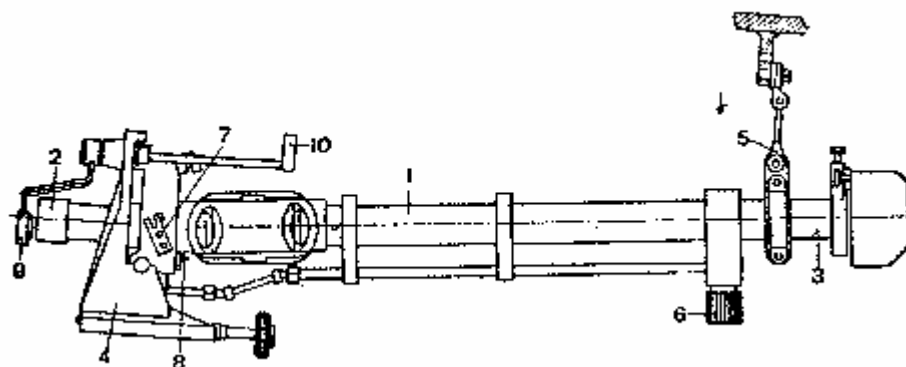

Рис. 181. Телескопический шарнирный прицел ТШ-15:
Прицел ТШ-15 (рис. 181) представляет собой оптическую телескопическую трубку 1 с прицельной головной частью 2, вращающейся на определённый угол в вертикальной плоскости в то время, как окулярная часть 3 неподвижна. При установке в танк прицельная часть жёстко соединяется с орудием при помощи кронштейна 4. Окулярная часть прикрепляется неподвижно к крыше башни при помощи шарнирной подвески 5. Шарнирная подвеска даёт возможность устанавливать окуляр по высоте соответственно росту наводчика.
- 5) Вращая маховичок 6 (рис. 181) прицела, совместить нулевые деления шкал дальностей прицела с горизонтальной нитью поля зрения прицела и наблюдать в прицел.
Если вершина центрального угольника уходит в сторону от точки наводки, то ослабить зажимной винт хомутика выверочного винта 7 (рис. 181), надеть на головку последнего ключ и, вращая головку выверочного винта, совместить (по направлению) вершину центрального угольника с точкой наводки.